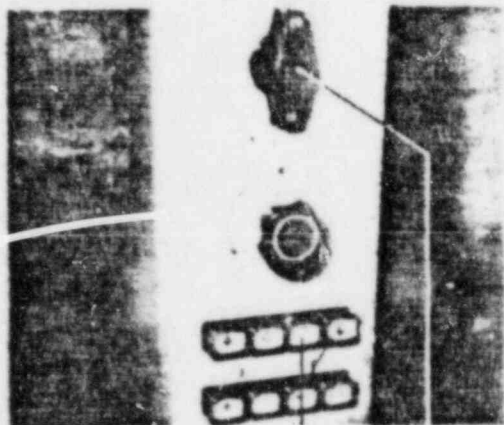
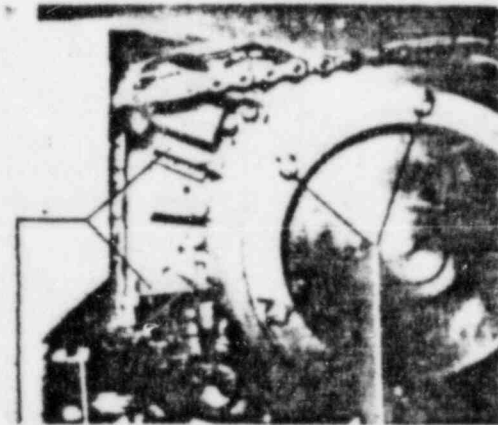
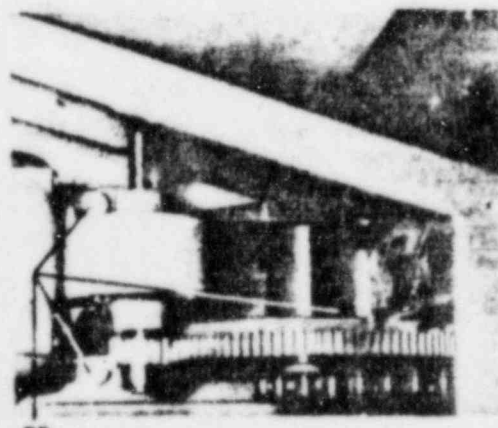

Fig. 7
Fig. 8
Fig. 10
Tangentialbewegung der Strahlengabel durch Betätigung des Schalthebels (11/fig. 7) im Bereich "langsam" wechselseitig einschalten und das sichere Funktionieren der Nullrastschalter überprüfen. Jeder Sperrschieber muß durch seine dazugehörige Schaltnocke weit genug abgehoben werden und beide Schalthebel müssen, je nach Bewegungsrichtung, wechselseitig voll öffnen und dann durch den Sperrschieber abgesichert sein.
Alternately switch on the tangential movement of the radiation head mount by operating the switching lever (11/fig. 7) in the "slow" range and check the operation of the zeroing switch. Each blocking piece must be lifted sufficiently by its associated cam and both switching levers should, according to the direction of the movement, be alternately fully open and then be secured by a blocking piece.
Beim selbsttätigen Rücklauf in die Nullstellung nach Drücken des Nullrastschalters (13/ Fig. 7) muß der Strahlkopf genau bei 0° stehen bleiben. Abweichungen von max. ± 1 mm bei 60 cm FHD sind zulässig.
1.4. Die Konvergenzbewegung des Strahlkopfes, die ebenfalls motorisch von der Schaltsäule (11/ Fig. 7) aus betätigt wird, kontrollieren. Durch Sichtkontrolle feststellen, ob sich die beiden Schalthebel (22/ Fig. 8) bei Stellung 0 in Ruhestellung befinden. Der Strahlkopf läßt sich 30° aus der Nullstellung in Richtung Stativ und 120° nach vorne entgegengesetzt zum Stativ bewegen.
Zur Kontrolle der Kettenspannung wird der Strahlkopf von Hand (bei abgeschaltetem Gerät) um die Strahlachse gedreht. Es darf kein zu großes merkliches Spiel vorhanden sein. Falls notwendig, ist die Spannschraube (20/ Fig. 8) nachzustellen. Vorher müssen die 3 Befestigungsschrauben des Getriebes (23/ Fig. 10) gelöst werden.
During the automatic return to the zero position after depressing the zeroing switch (13/ Fig. 7), the radiation head should stop at exactly 0°. The maximum permissible deviations at 60 cm FSD are ± 1 mm.
1.4. The convergent movement of the radiation head, which is also actuated electrically from the switching cabinet (11/ Fig. 7), should now be checked. Determine visually whether the two switch levers (22/ Fig. 8) are located at "0" in the rest position. The radiation head can be moved 30° from the zero position in the in direction of the stand and 120° in a forward direction opposite to the stand.
In order to check the torsion of the chain, the radiation head is rotated through the head axis manually (with the unit switched off). No large noticeable play should be present. If necessary, re-adjust the torsion screw (20/ Fig. 8), which can be carried out after releasing the 3 mounting screws of the gearing (23/ Fig. 10).
Der Antrieb ist durch eine Rutsche abgesichert. Die Rutschkupplung kann an der linken Gabelseite nach Geradebiegen der Blechsicherungen, mit den 6 Spannschrauben nachgestellt werden (21/fig. 8).
Der Nullrastschalter für die Konvergenzbewegung ist auf der linken Gabelseite und ist leicht zugänglich. Seine Überprüfung erfolgt nach dem gleichen Schema, wie bereits für den Nullrastschalter der Tangentialbewegung beschrieben. Jedoch ist das Justierblatt S. entw. 4-76 zu verwenden. Nach der mechanischen Überprüfung erfolgt die Funktionsprüfung durch Betätigen des Kippschalters (11/fig. 7) im Bereich "langsam".
The drive is protected by a clutch. The clutch can be adjusted on the left-hand side of the head mount with the 6 tension screws after bending back the plate locking pieces (21/fig. 8).
The zeroing switch for the convergence movement is easily accessible on the left-hand side of the head mount. It is tested in the same manner as has already been explained for the zeroing switch of the tangential movement. Adjustment sheet S. entw. 4-76 should be used. After the mechanical check, the functional test is made by operating toggle switch (11/fig. 7) in the "slow" range.